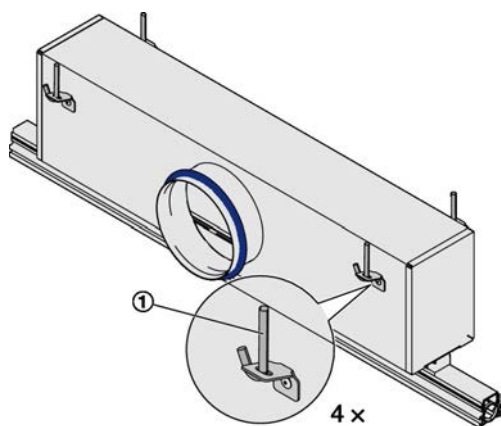

Fig. 2: Caisson de raccordement
1. ► Fixez les pièces de suspension telles que des cordes, des câbles ou des suspensions métalliques (Voir la Fig. 2/1) au plafond.